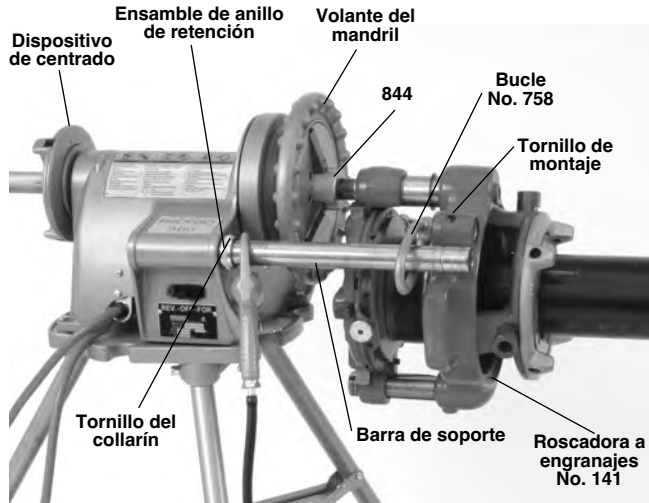

Figura 13 – Roscadora a engranajes Modelo 141 unida directamente al accionamiento motorizado
3. **Modelo 141** – Afloje el tornillo de montaje en el saliente de conexión de la roscadora a engranajes. Instale el bucle 758 en el saliente y apriete el tornillo de montaje para fijar el bucle. Jale hacia adelante la barra de apoyo del lado del interruptor para que pase a través del bucle 758. Trabe la barra con el ensamble de anillo de retención (*Figura 13*).